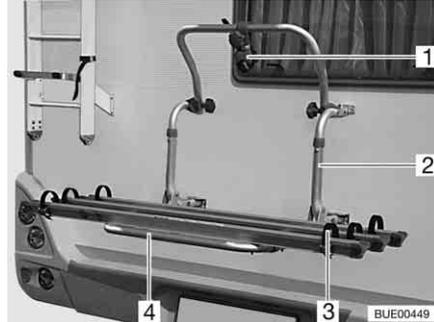

Bild 3 Fahrradträger, nicht absenkbar
Mit dem Fahrradträger (Bild 3,2) können 2 Fahrräder bequem transportiert werden. Eine Erweiterung auf 3 Fahrräder ist möglich.
- Teleskopschwenkbügel (Bild 3,4) nach unten klappen.
- Fahrräder aufsetzen und mit Quick-Riemen (Bild 3,3) verzurren.
- Abstandshalter (Bild 3,1) am Rahmen des äußeren Fahrrades befestigen.